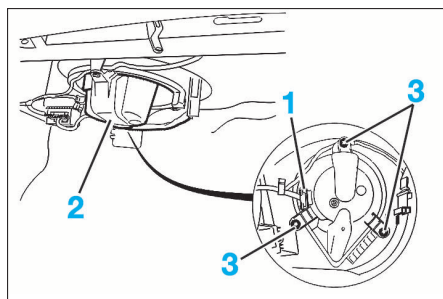

FIG. 11
- Débrancher la connexion (1) du motoventilateur d'habitacle (2) (Fig.11).